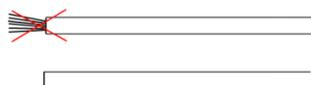

Fig. F-1
- 附件刹车外管属于直丝钢丝外管, 裁切时请务必保持外观平整. 管壁内的金属直丝不可露出, 避免破坏刹车握把(Fig. F-1)